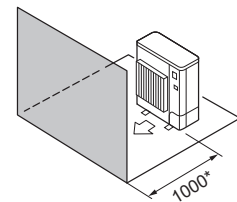

Abb. 2-10
- (4) Hindernisse nur auf der Vorderseite (Abb. 2-10)